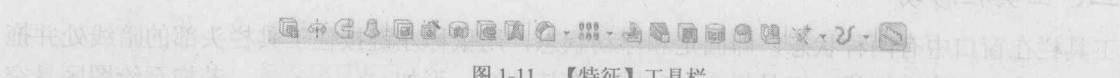

图 1-11 【特征】工具栏
- 【特征】工具栏。该工具栏提供了生成模型特征的工具，包含很多命令，图 1-11 所示为其中的一部分。